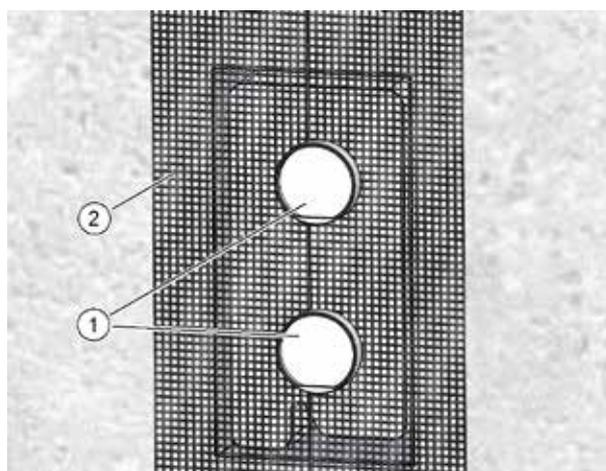
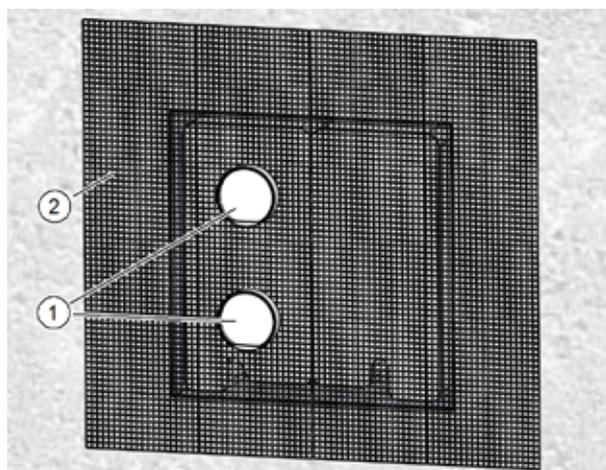

Fig. 25: Intonacatura della cassetta a muro **senza** elemento di riempimento
Fig. 26: Intonacatura della cassetta a muro **con** elemento di riempimento
- ▶ Inserire le guaine di protezione dell'intonaco (pos. 1 nella Fig. 25 e Fig. 26). Devono sporgere dalla parete massiccia in modo da essere a livello con la successiva intonacatura. Le guaine di protezione dell'intonaco costituiscono la superficie d'intonacatura per l'intonaco esterno.
- ▶ Applicare la rete porta intonaco (pos. 2 nella Fig. 25 e Fig. 26) alla cassetta a muro esternamente, ai muri o all'isolamento della facciata.